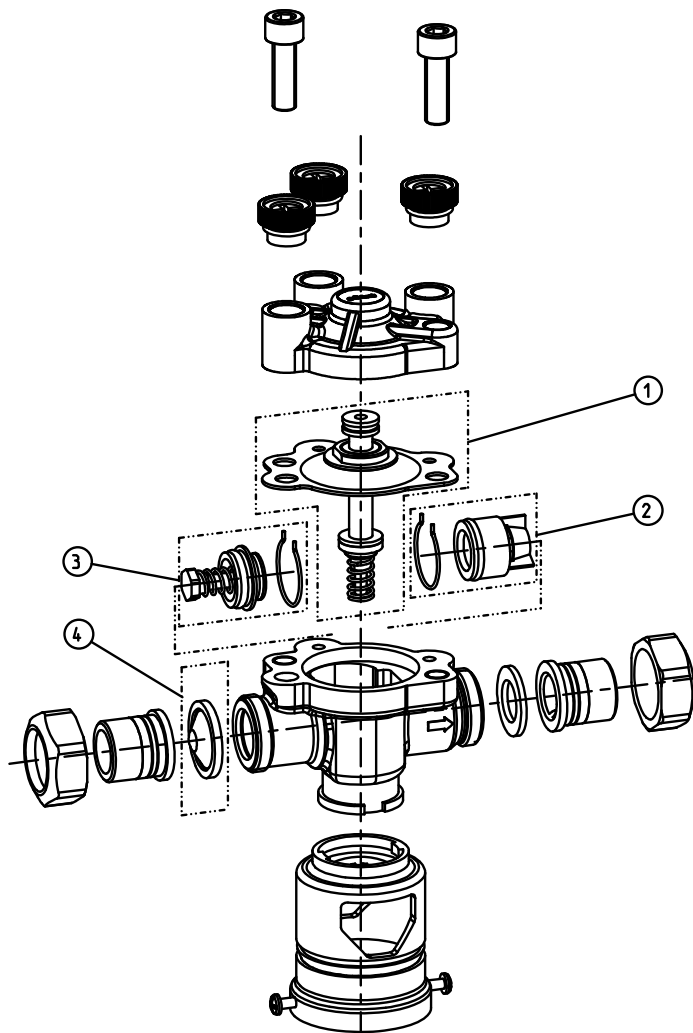

Abb. F-1: Verschleißteile Euro-Systemtrenner GENO® DK 2-Mini
- Sicherstellen, dass das Hutsieb des Systemtrenners mit der Wölbung entgegen der Fließrichtung eingebaut wird (siehe Abb. F-1).